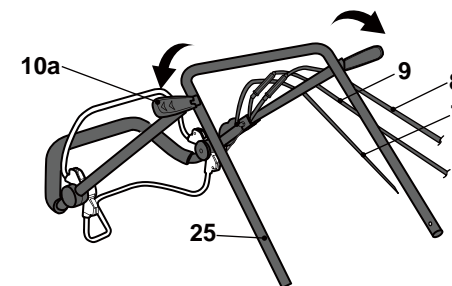

Fig. 1
1. Déposer les kits de montage (22) du support de poignée (20) et les garder à portée de main.
2. Vérifier que les leviers (10 a) sont libérés, puis déplier la poignée supérieure (6) et la poignée inférieure (25) (Fig. 1).